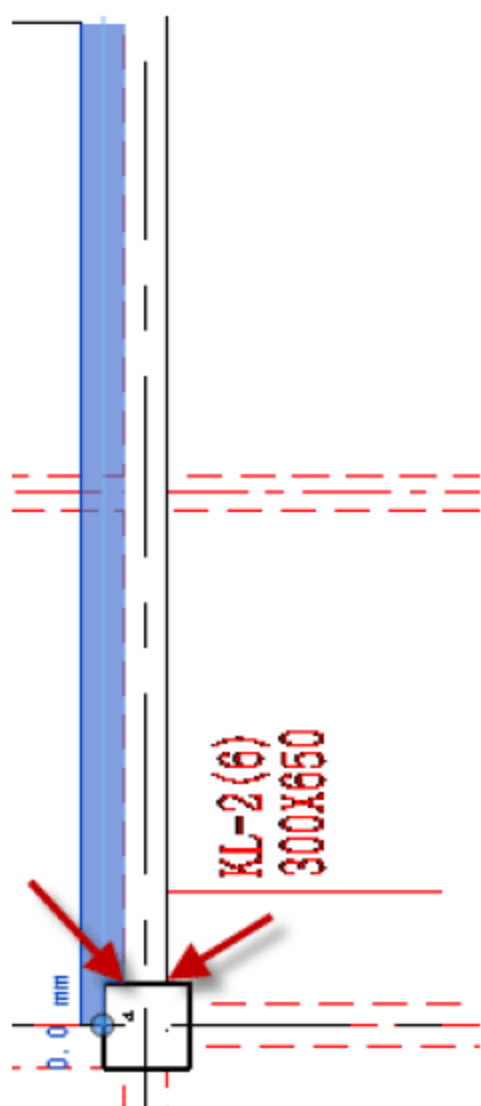

图 4.2.32 调整矩形梁的位置
- (7) 调整矩形梁 KL-2 的位置，选中矩形梁 KL-2，按快捷键 M+V，移动矩形梁的位置，使其与梁线对齐，如图 4.2.32 所示。